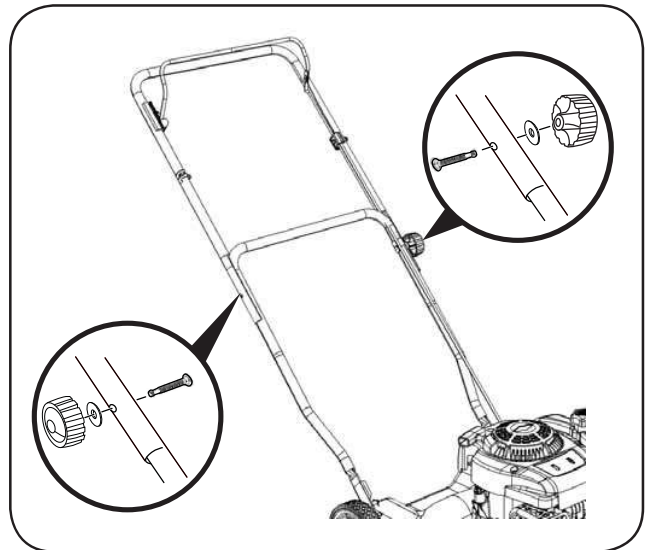

Figura 3
2. Alinean con los agujeros en la manija inferior y fije la manija superior con tuercas, arandelas y tuercas de mariposa (Figura 3).